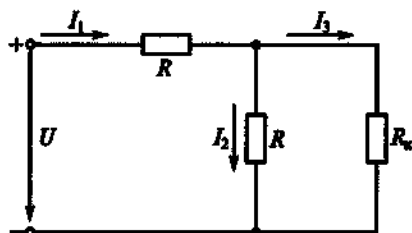

Рис. 30
1.44.Р. Изменяются ли на рис. 30 токи I_1 , I_2 и I_3 при нагревании катушки из медного провода, имеющей сопротивление R_x ?